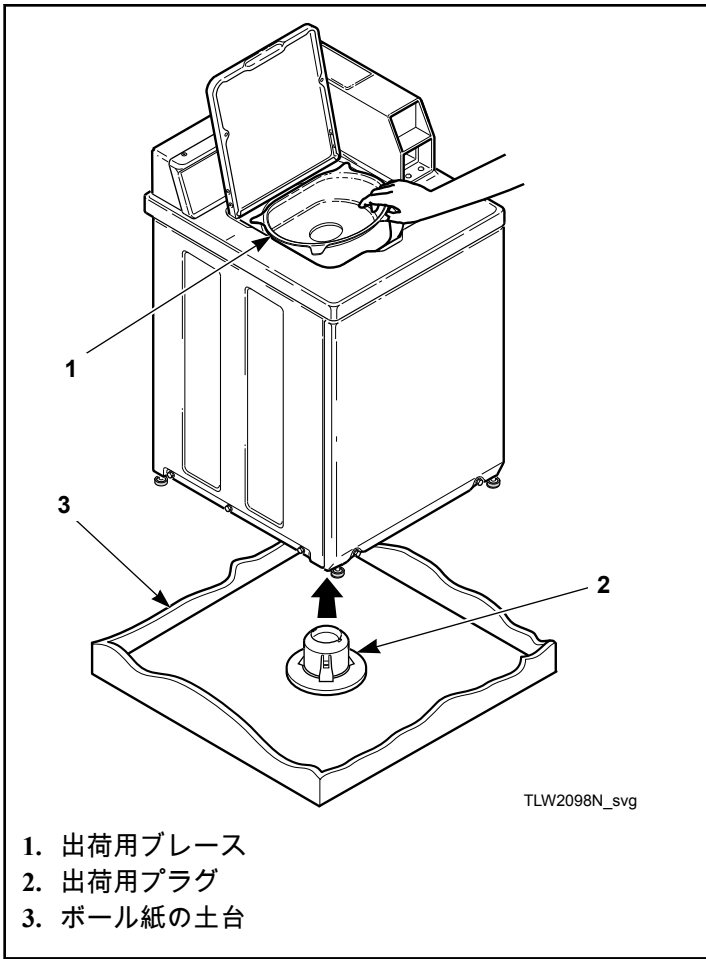

図 2
2. ボール紙の土台を洗濯機から取り外す際、出荷用プラグは洗濯機土台から外れます。図2を参照してください。